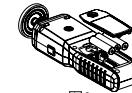

图9
- a. 本仪表的电源为3节1.5V AAA电池，请参考图9安装或更换电池。